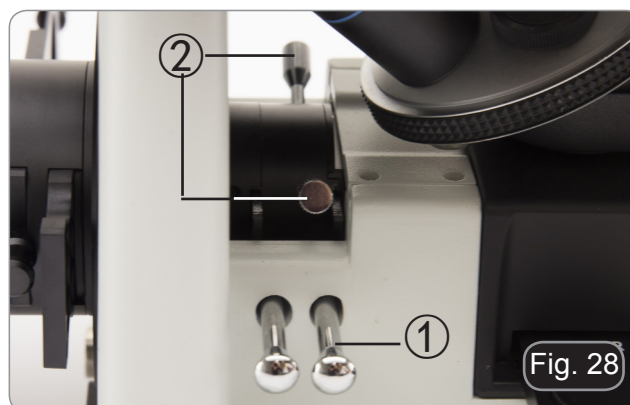

Fig. 28
2. Puxe para fora a alavanca do diafragma de campo ① para fechar completamente o diafragma de campo. (Fig. 28)
3. Gire os dois parafusos de centralização ② para trazer a imagem do diafragma para o centro do campo de visão. (Fig. 28)